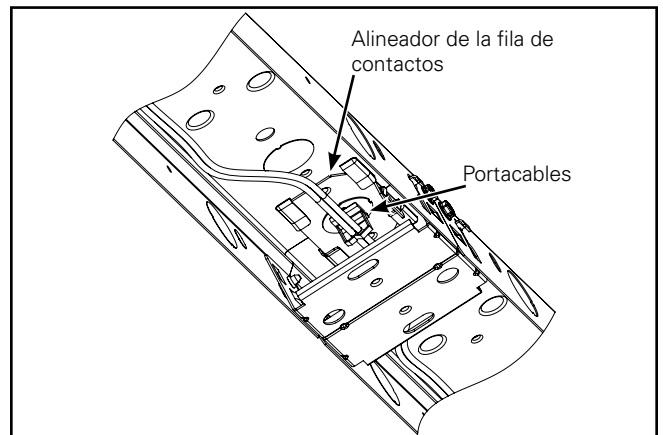

Figura 5.
5. Inserte el arnés en el portacasquillo si corresponde (Figura 5.).